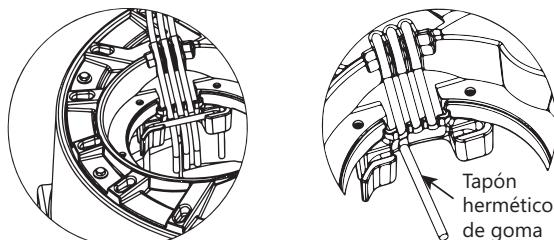

Figura 11. Sello de cable adecuado detrás de la varilla QuickTree
**Reinserción del QuickTree:** después del servicio o la inspección de los flotadores, vuelva a insertar el QuickTree en su soporte. Es importante que los cables del motor de la bomba, el interruptor de flotador y el flotador de alarma opcional estén sellados en los canales de sellado de caucho especialmente diseñados debajo de la cubierta de acceso. Se requiere un sellado apropiado para evitar que el gas del alcantarillado se filtre del sistema. Coloque los cables de forma segura en los canales de goma como se muestra en la Figura 11 [izquierda], teniendo cuidado de eliminar la "holgura" excesiva del cable desde el interior del sistema.
**IMPORTANTE:** se proporcionan tres canales de cable. Para los sistemas sin la opción de alarma, solo se utilizan dos canales y el tercero debe estar "enchufado" con un sello de tapón de goma conectado. Consulte la Figura 11 [derecha]. Si el cable de alarma está presente, se usarán los tres canales. Todas las juntas de cubierta de goma están fijadas permanentemente y no requieren reemplazo.